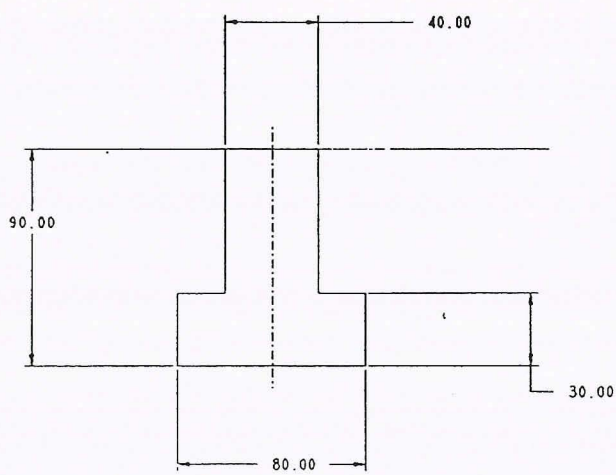

Figure 16-10
1. Esquissez une coupe sous forme de T inversé, ainsi qu'illustré à la Figure 16-10.